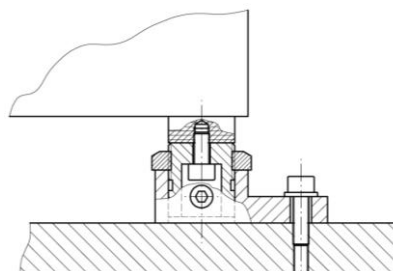

Figure 5
- WV avec plateau de base et pied support de réglage (reg. Figure 5)